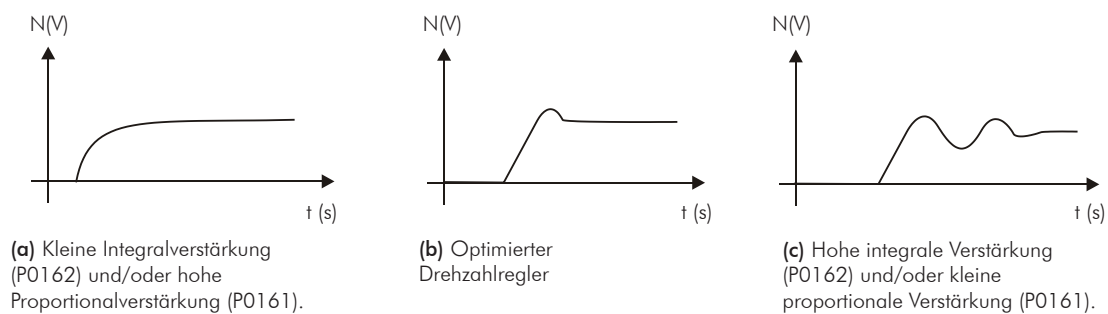

Abbildung 11.4: Geschwindigkeitsbegrenzer Antworttypen
6. Vergewissern Sie sich anhand der Optionen in Abbildung 11.4 auf Seite 11-17 welche Kurvenform das beobachtete Signal am besten darstellt.
7. Passen Sie P0161 und P0162 abhängig vom Ansprechtyp in Abbildung 11.4 auf Seite 11-17 an.